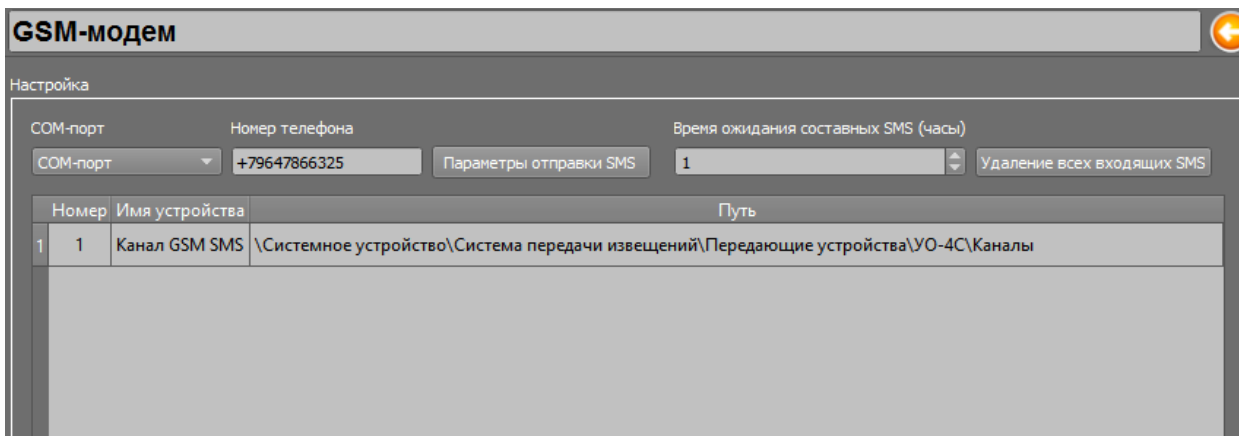

Рисунок 54 Настройки GSM модема на приём SMS от УО-4С
7. В поле «Номер телефона» укажите номер телефона SIM-карты, установленной в GSM модем (код страны - через «8» или «+7»). В поле «Время ожидания составных SMS (час)» поставьте рекомендуемое значение: 1 час (рис.54).